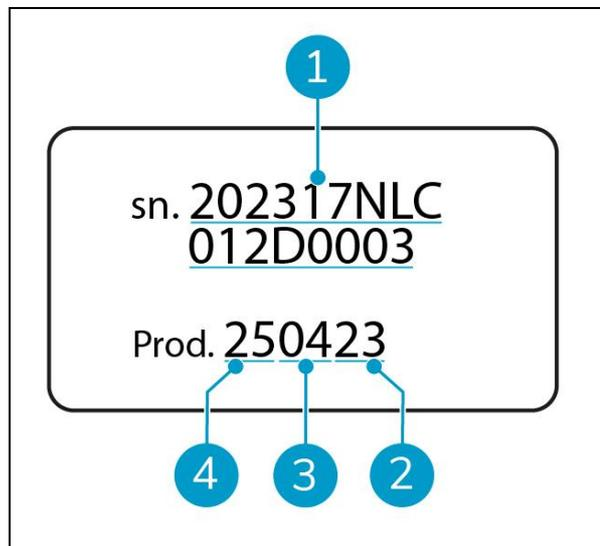

Figure 3
- Numéro de série (figure 3, pos. 1).
- Année de production (figure 3, pos. 2).
- Mois de production (figure 3, pos. 3).
- Jour de production (Figure 3, pos. 4).